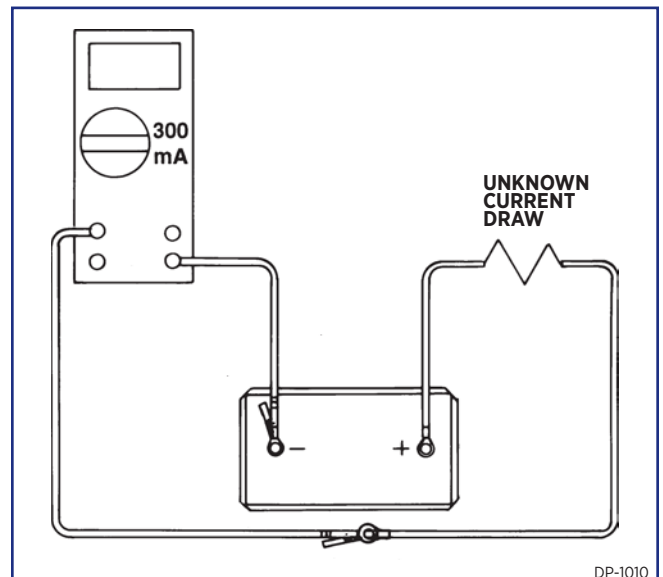

图 1-5.直插式电流表
2. 图1-5显示了用于测量未知电流消耗的直插式数字电流表。这种情况的一个例子可能是附加载荷的结果。10安培的刻度范围，电流太低将无法测量。不过，有了300 mA刻度的仪表，就可以读取以毫安为单位的电流消耗。